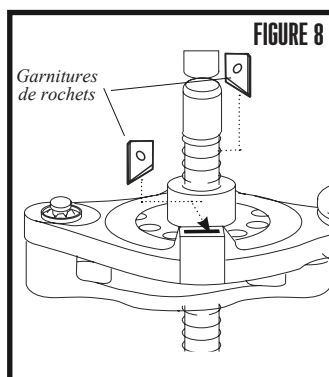

FIGURE 8
6. Positionner l'assemblage de rochets afin que le mécanisme de la manivelle soit à votre droite. Placer une garniture de rochet dans la fente de la plaque crantée de la partie supérieure qui est la plus proche de vous. L'extrémité pointue de la garniture de rochet devrait être vers le bas et vers la gauche (**FIGURE 8**).